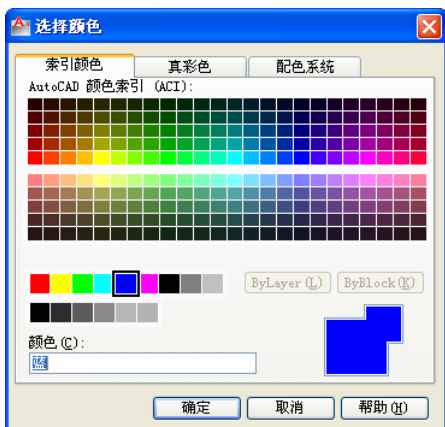

图 2-76 “选择颜色”对话框
- “颜色”选项组中的颜色样本: 设定渐变填充的颜色。单击“浏览”按钮,将打开如图 2-76 所示的“选择颜色”对话框,从中可以选择“AutoCAD 颜色索引 (ACI)”、“真彩色”或“配色系统”选项卡。对话框显示的默认颜色为图形的当前颜色。